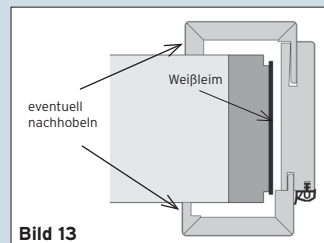

Bild 13
2. Etwaige Mauerunebenheiten durch Nachhobeln der Zier- bzw. Falzverkleidungsteile ausgleichen (**Bild 13**).
① Die Gebrauchsanweisung des Weißleimherstellers beachten!